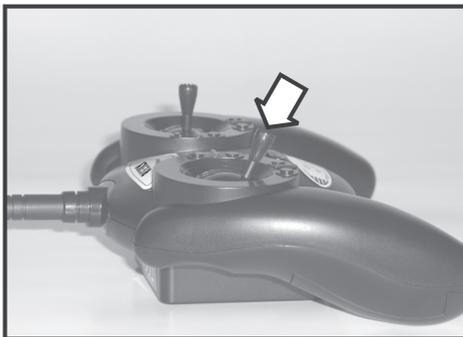

Figure 10
- Si vous appuyez maintenant par le haut sur le levier de commande pour les fonctions Pas et Arrière (voir figure 10), l'émetteur émet soit un bip sonore soit deux bips sonores en fonction du réglage préalable.